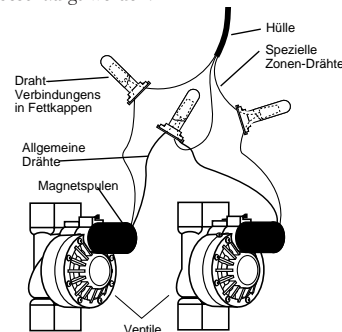

Abb. 22: Anschluß des Steuergerätekabels an den Ventilen
- Jedes Ventil ist mit zwei Kabeln ausgestattet. Das eine Kabel wird als gemeinsame Leitung verkabelt. Die gemeinsamen Leitungen für alle Ventile können zusammen an einem zum Steuergerät führenden gemeinsamen Kabel angeschlossen werden. Das andere Ventilkabel wird an dem speziellen Stationskabel angeschlossen, das dieses Ventil steuert [siehe Abb. 22].